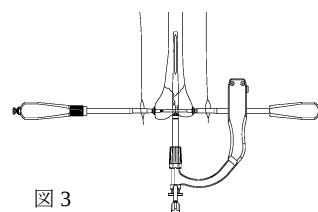

図 3
- ガイドワイヤーを取り外し, ターゲットデバイスを介して, ドリルにて遠位スクリューの穴あけを行い, ドライバーにて, ネイル遠位部にフルスレッドスクリューを挿入し固定します。顆部用シャフトスクリューを使用する場合は, 対側を顆部用ロックナットで締め付けて圧迫固定します。 (図 3)